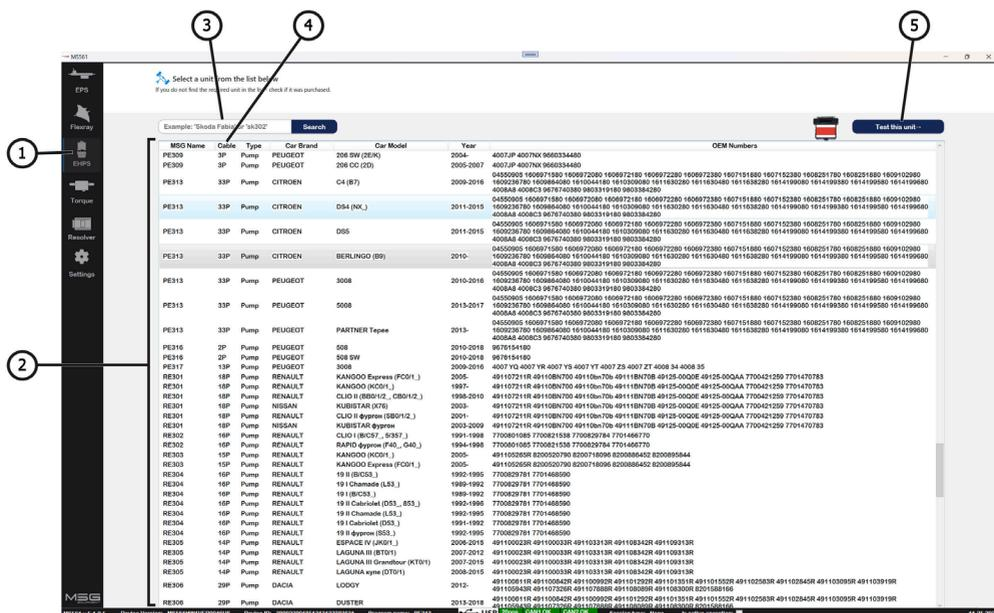

Figura 4. Ventana del programa del tester MS561 PRO – selección de la unidad
3.1. En el software del tester MS561 PRO (ver figura 4), seleccione el modo de diagnóstico de bombas EHPS (posición 1). Luego, en la lista de unidades (posición 2), seleccione el modelo de bomba correspondiente o utilice el buscador por modelo del vehículo o número OEM (posición 3). En la línea de la bomba seleccionada se muestra el número del cable especial necesario para conectarla al tester MS561 PRO (posición 4).
3.2. Para iniciar el modo de diagnóstico de la bomba, haga clic en el botón "Test this unit" (posición 5, figura 4).